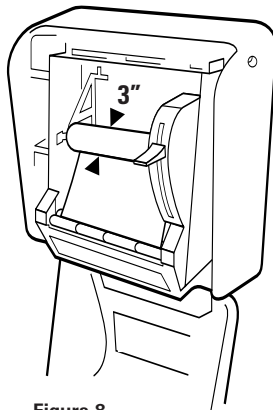
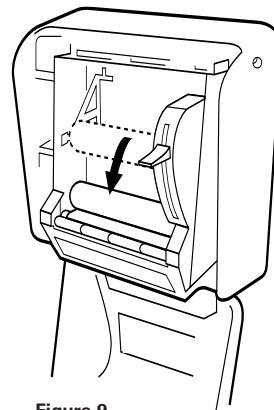

Figura 8
Figura 9
1. Cuando el rollo principal llega a un diámetro aproximado de 3" (8 cm), como se ve en la figura 8, sáquelo del soporte superior y colóquelo en el soporte inferior (figura 9).